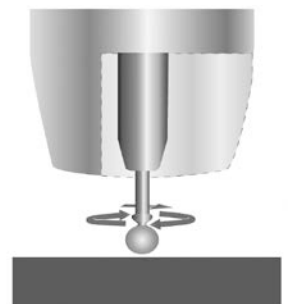

Fig. 30
3. Le flux de courant crée un champ magnétique qui commence à pincer le fil en fusion afin de produire une gouttelette (fig. 30).